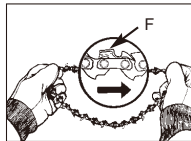

Bild. 3D
7. Breiten Sie die Kette aus, wobei die Schneideklängen (F) der Kette in die ROTATIONS-RICHTUNG zeigen (Bild. 3D).